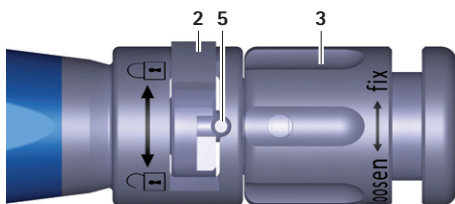

Fig. 4 Grande plano do instrumento introdutor, implante de ensaio/implante tensionado
- ▶ Rodar a porca giratória **3** no instrumento introdutor **A** no sentido dos ponteiros do relógio (sentido "fix"), até o implante de ensaio estar fixado, ver Fig. 4.
- ▶ Rodar a porca giratória **3** no instrumento introdutor **A** no sentido dos ponteiros do relógio (sentido "fix"), até o implante estar fixado, ver Fig. 4.